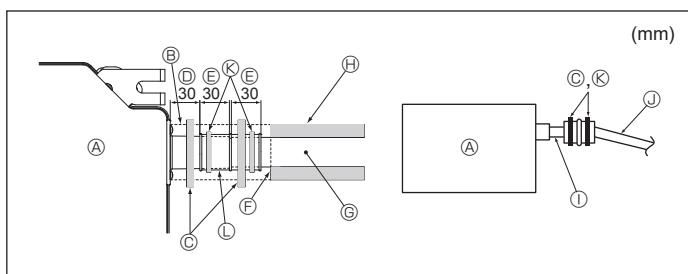

Fig. 6-2
- ⑯ Opp til 850 mm
1. Koble dreneringsmuffen (følger med enheten) til avløpsporten. (Fig. 6-2)